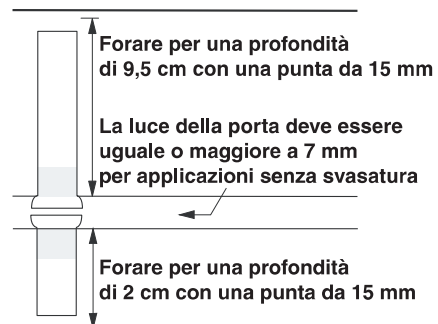

Figura 3. Metodo opzionale: dimensioni di installazione senza svasatura
8. Per installare il sensore in fori non svasati, deve esserci una luce di almeno 7 mm tra la porta o la finestra ed il telaio. Praticare un foro profondo 9,5 mm con una punta da trapano del diametro di 15 mm (vedere Figura 3).